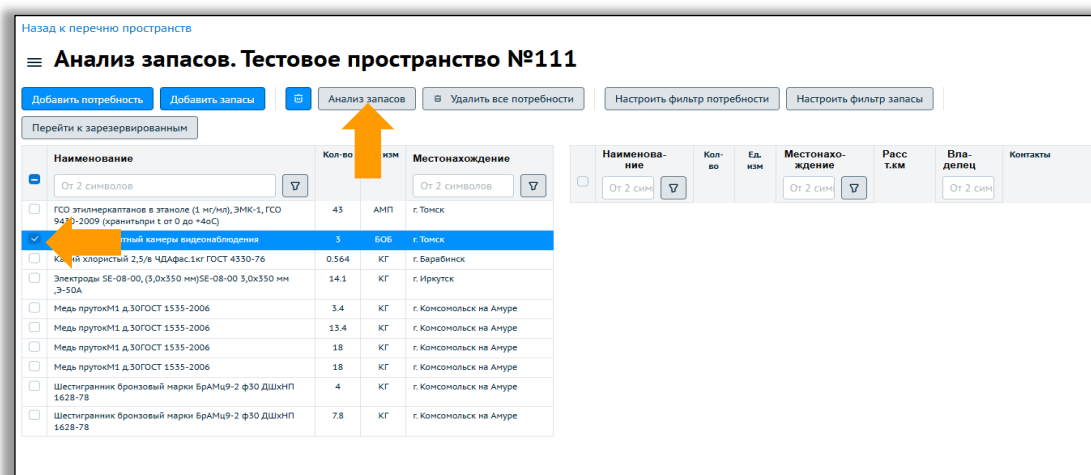

Рисунок 19 – Анализ запасов
- Выберите потребность в пространстве и нажмите кнопку «Анализ запасов» (рисунок 19)